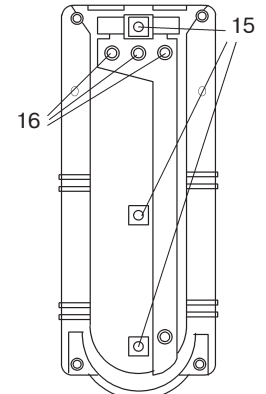

Рисунок 4 – Обратная сторона основания
7.3 Вскрыть в основании (рисунок 4) необходимое количество отверстий (16) для ввода проводов.